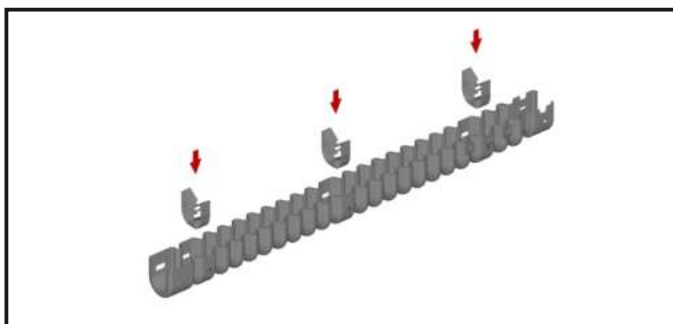

Рис. 63.
12.3.3. Укомплектовать каждый гофр-рукав клипсами в количестве 3 шт., установив их в местах, согласно схемы (Рис. 63).